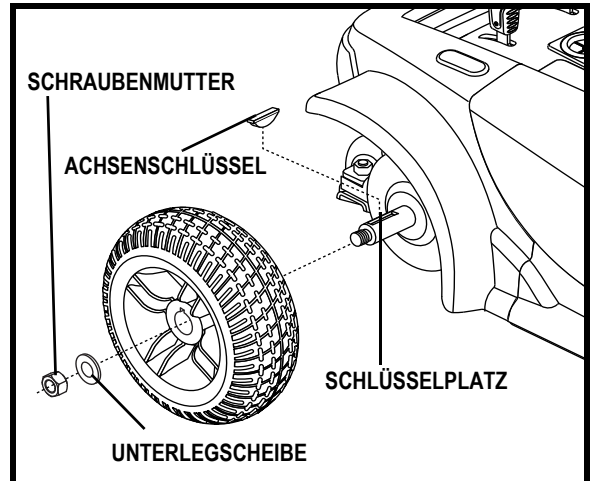

Abb. 24. Go-Chair Antriebsrad
3. Entfernen Sie die Schraubenmutter des Antriebsrades von der Radnabe. Siehe Abb. 24.